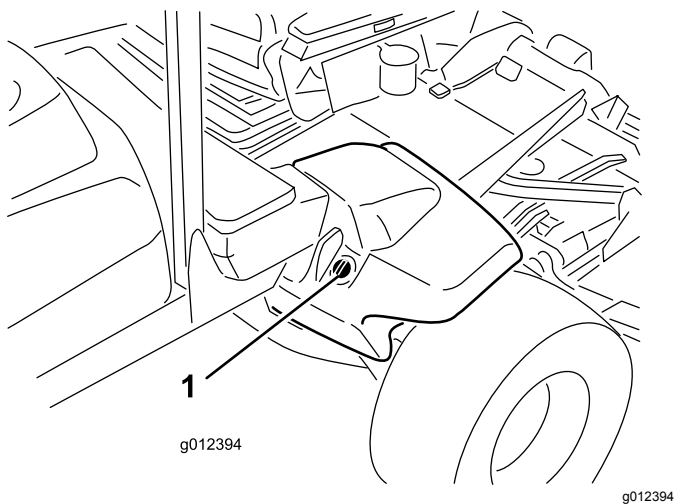

Figure 19
2. Nettoyez la surface autour du goulot et du bouchon de remplissage du réservoir hydraulique (Figure 19). Enlevez le bouchon du goulot de remplissage